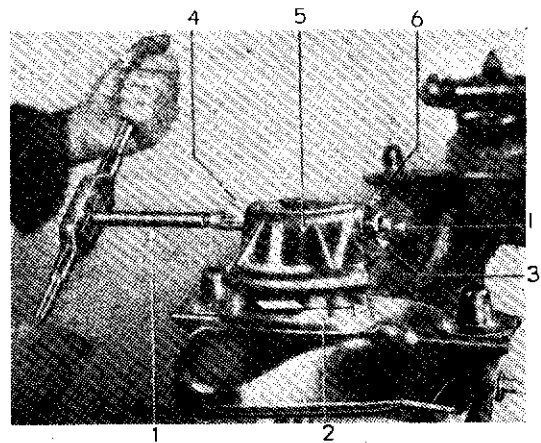

Fig. 63. — Alésage du trou arrière d'axe de triangle supérieur
- Procéder comme indiqué à la figure 63.